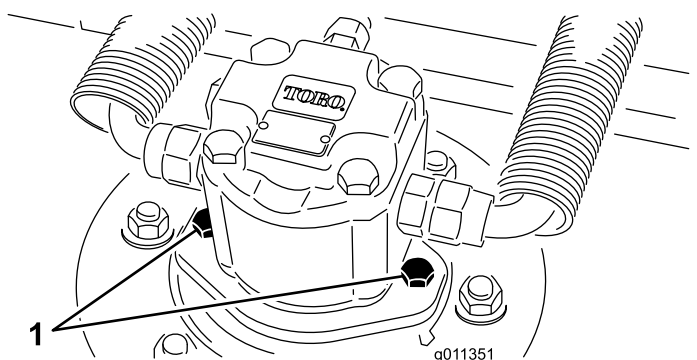

Figure 59
2. Débranchez et déposez le moteur hydraulique de l'unité de coupe (Figure 59). Couvrez le dessus de l'axe pour éviter toute contamination.
4. Montez le moteur hydraulique sur le plateau de coupe (Figure 59). Vérifiez que le joint torique est en place et en bon état.